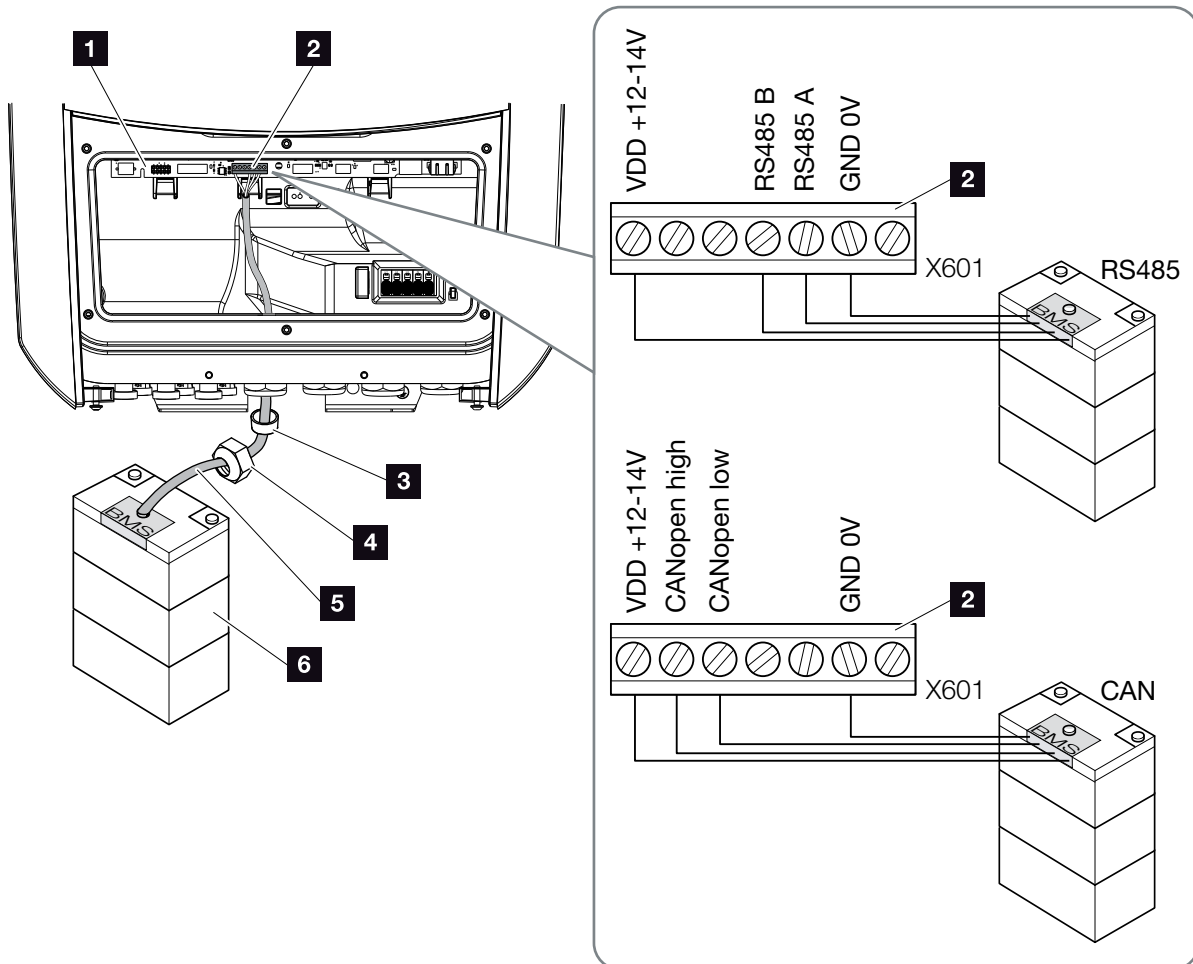

Bild 35: Anslutning batterikommunikation RS485 eller CAN
3. Anslut kommunikationskabeln (RS485 eller CAN) till kommunikationsgränssnittet på Smart Communication Board.  **Bild 35, pos. 2**